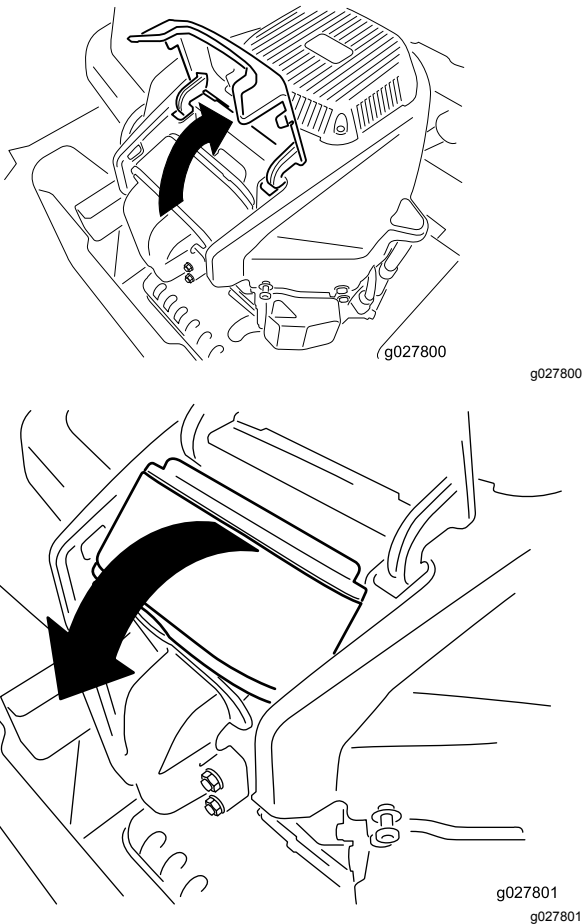

Figura 39
4. Eleve a cobertura e rode o conjunto do filtro de ar para fora do motor (Figura 39).